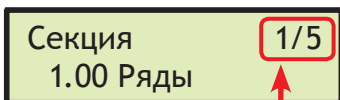

Рис. 33
- 2 Посредством клавиш просматривайте секции внутри подменю Секция до тех пор, пока не отобразится секция, которую вам необходимо изменить: номер секции указывается в правом верхнем углу дисплея. В нижней строке отображается активное значение (Рис. 33).